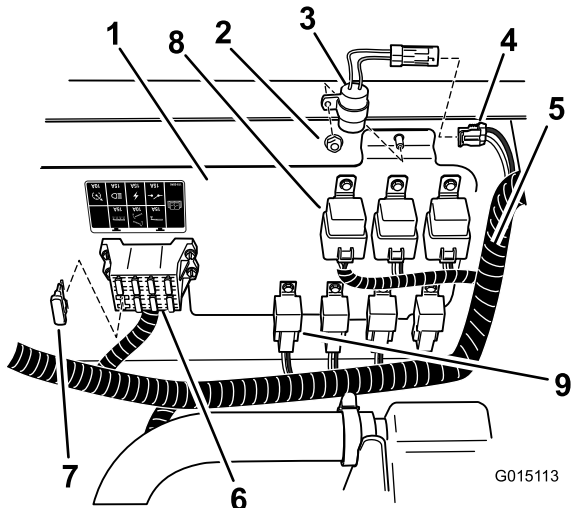
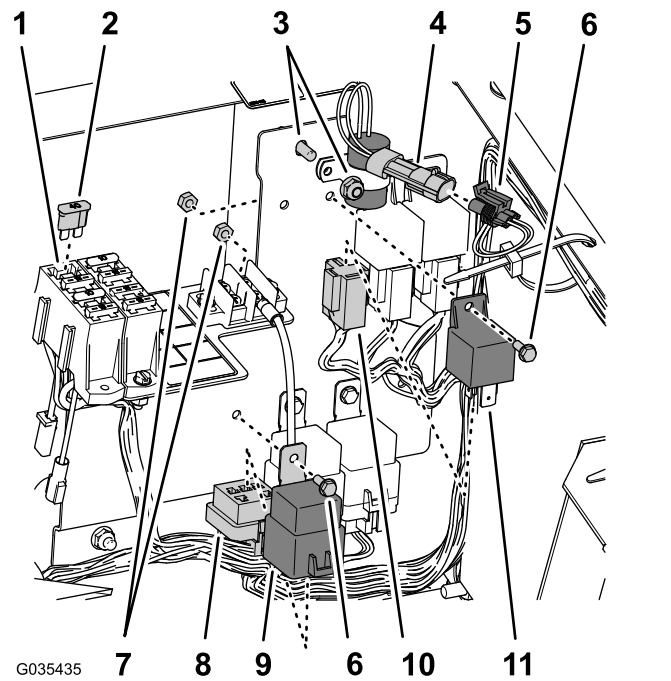
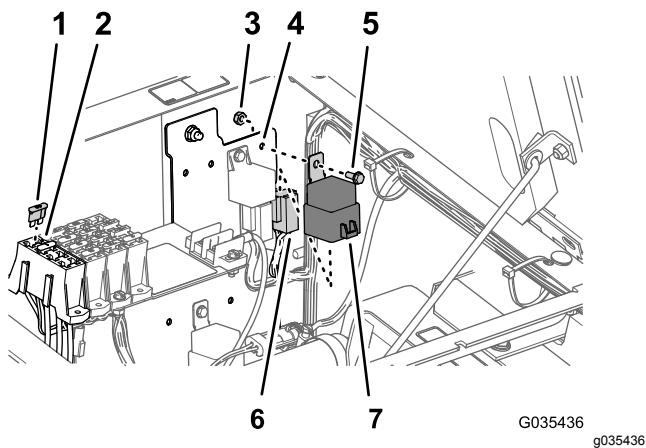

Bild 33
Bild 34
Bild 35
- A. Befestigen Sie den Verzögerungstimer mit der Sicherungsmutter vom Instrumentenbrett an der Stelle, die in **Bild 33** oder **Bild 34** abgebildet ist.
- B. Schließen Sie den mit „delay timer“ beschrifteten Timer an den 2-Buchsen-Stecker am Kabelbaum der Maschine an (**Bild 33** oder **Bild 34**).
- Setzen Sie eine Sicherung (40 A) in den offenen Einschub am Sicherungsblock ein, wie in Bild 33, Bild 34 oder Bild 35 abgebildet.
- Ermitteln Sie das Relais und das Stromrelais unter den anderen Relais desselben Stils und befestigen sie mit den zwei Bundkopfschrauben (Nr. 10"-24 x 1/2") und zwei Sicherungsmuttern (Nr. 10-24) an der Platine (Bild 33, Bild 34 oder Bild 35).
- Ermitteln Sie den 4-Buchsen-Stecker und den 5-Buchsen-Stecker am Hauptkabelbaum und schließen sie am Relais (4 Stifte) und Stromrelais (5 Stifte) an, wie in Bild 33, Bild 34 oder Bild 35 abgebildet.